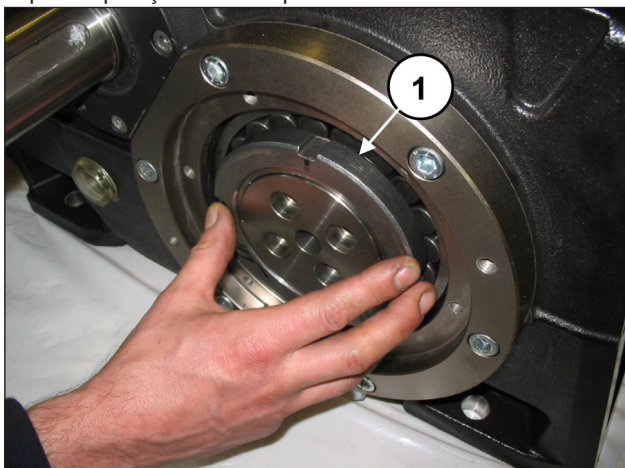
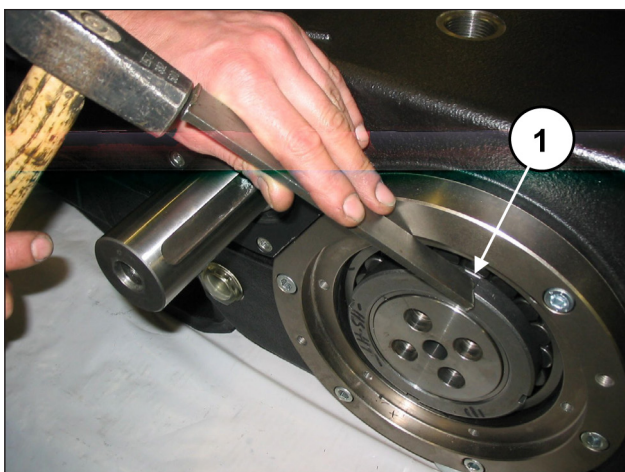

Fig. 16
Fig. 17
Se um lado, aperte um anel do tipo SKF KM20 na bússola de pressão (pos. ①, Fig. 16), em seguida, desbloqueie a bússola mediante o mecanismo de percussão (pos. ①, Fig. 17), sem extraí-la.